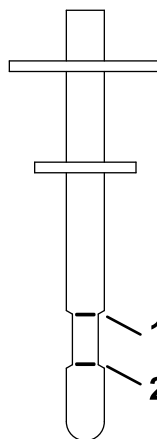

図 62
7. レベルゲージをフィラーネックに差し込み、取り外して液面レベルをチェックする(図 62)。